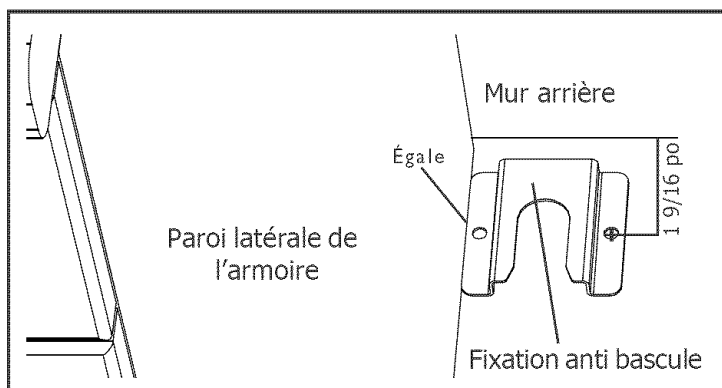

Figure 3
2. Mesurer pour repérer la position de la fixation, comme à la figure 3.